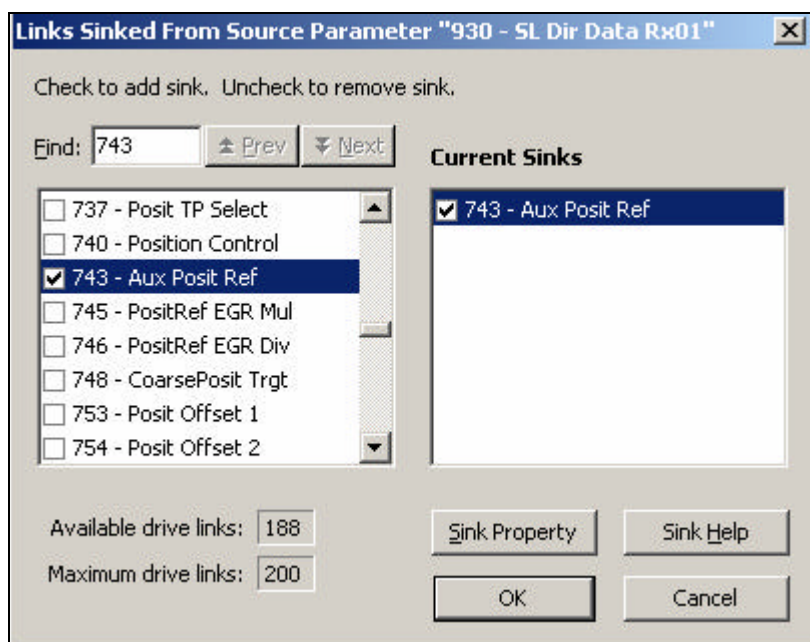

图 6-36 配置 Direct Word-1
24) 在 Direct Word-1 一项中，选择 DINT 作为 Type。然后在 Used By Parameter 中，点击 ，选择参数 743 [Aux Posit Ref]，此时定义了参数 743 [Aux Posit Ref]来使用 Direct Word-1 接收的数据。2# 变频器的 Direct Word-1 接收 #1 变频器的 Direct Word-1 发送出的数据。上述设置的含义是 #2 变频器将来自手轮的位置反馈值作为自己的位置给定。Direct Word-1 参数设置如图 6-36 所示。